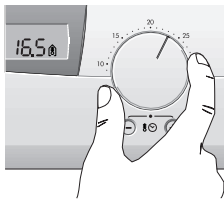

Figura 4-1
- Gire el selector de temperatura hasta la temperatura nominal (véase figura 4-1).